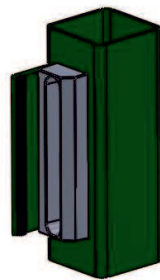

рис.5
- при открытии калитки во внутрь рис. 5